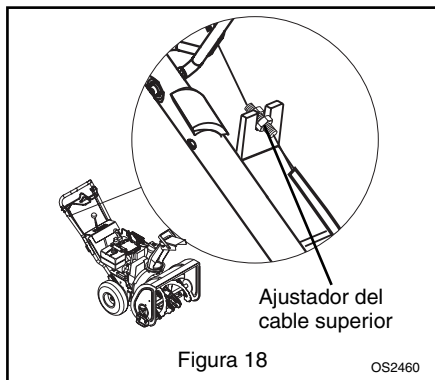

Figura 18
- a. Si resulta necesario, centrar el ajustador del cable superior en el soporte de montaje (Figura 18).